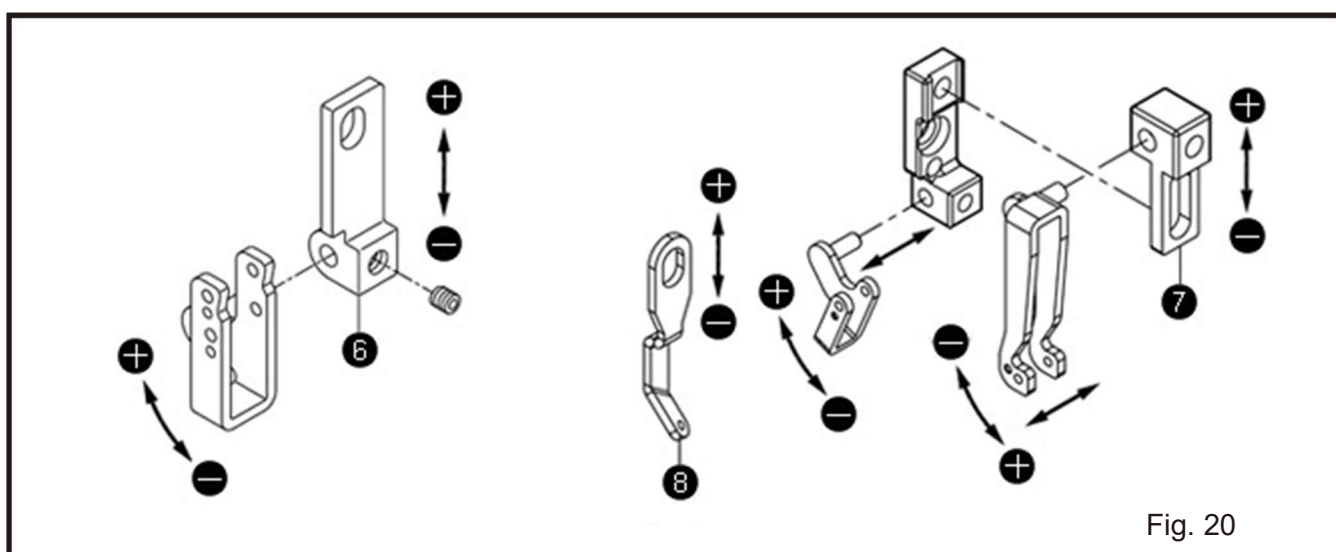

Fig. 20
2. Controle da linha da agulha(Fig20)